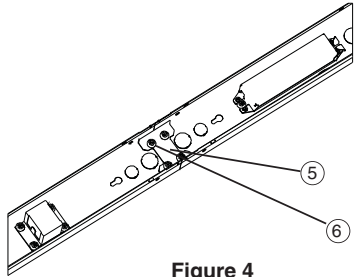

Figure 4
9. Retirez le cache et les extrémités du chemin de câbles. Assurez-vous que les extrémités des luminaires en rangée continue sont remplacées 10. Fixez le support de montage en rangée continue (9) comme illustré à la figure 4. 11. Assurez-vous que toutes les connexions électriques sont réalisées et remplacez les caches du chemin de câbles. MISE EN GARDE POUR LE CÂBLAGE ET L'EMPLOI DE L'APPAREIL: Raccorder l'appareil à des fils d'alimentation approuvés pour au moins 90 °C (194 °F). 12. Couper le câble d'alimentation à la longueur désirée. Dénuder les fils noir et blanc à l'aide d'un dénudeur de fil pour dégager de 3/8 à 7/16 po de fil métallique. Voir la Fig. 4. 13. À l'aide des serre-fils fournis, raccorder les fils d'alimentation à ceux de l'appareil, blanc au blanc, noir au noir, et vert au fil de terre vert ou en cuivre. 14. Rassembler les fils et dégager suffisamment pour remettre le couvercle du passe-fils sans coincer de fil. Câblage PLR 15. Raccordez les câbles d'alimentation sur le côté inutilisé du PLR. Coupez le connecteur inutilisé et dénudez les fils de 3/8 po. Assemblez les câbles d'alimentation à l'aide de serre-fils. 16. Branchez les luminaires en rangée continue et raccordez les PLR. Alignez les luminaires de façon à avoir une configuration mâle-femelle. Branchez la fiche PLR mâle à la fiche PLR femelle pour tous les luminaires en rangée. Guide de dépannage : Si l'appareil ne fonctionne pas adéquatement, veuillez vous servir du guide ci-dessous afin d'identifier et corriger le problème. ■ Vérifier si le câblage de l'appareil est bien fait. ■ Vérifier si la mise à la terre de l'appareil est adéquate. ■ Vérifier la tension de secteur de l'appareil. Pour toute autre assistance, veuillez contacter nos services de support technique: (800) 315-4963
10 **Attach continuous row bracket (9)** as seen in Figure 4.